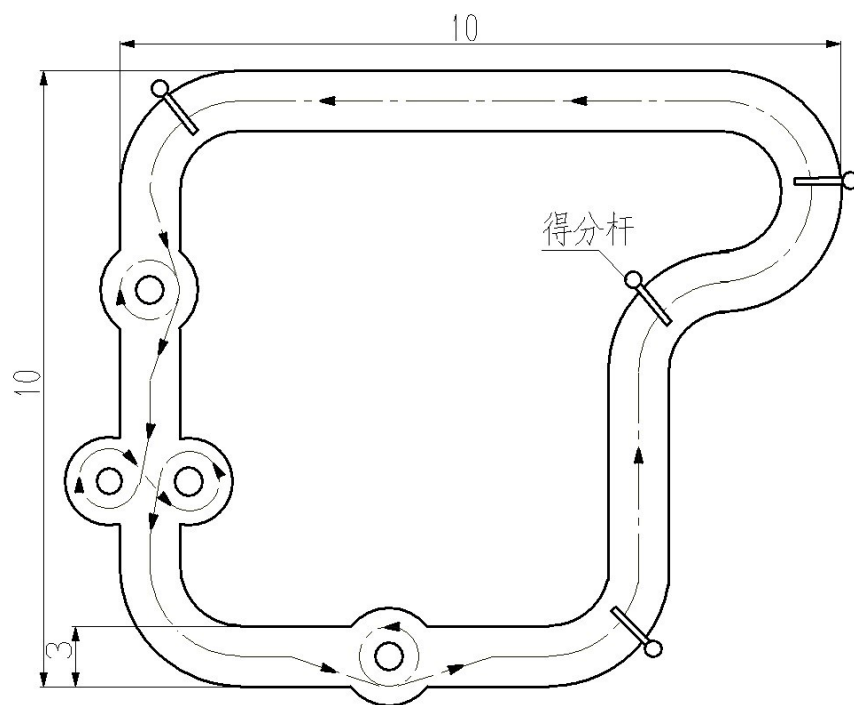

图 9 漂移竞技运动水平四级实操测试场地示意
7.5.3 漂移竞技场可参照图 9 进行布置，也可自行进行组合排布，但应设置 90° 弯道、